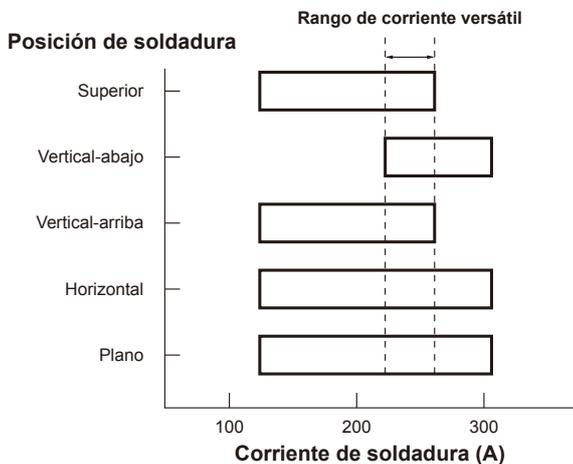

Fig. 1 — Rangos de corriente de soldadura adecuados y un rango de corriente versátil para soldaduras en toda posición (FAMILIARC™ DW-A50, 1.2 mmØ)
- (1) Un amplio rango de corrientes de soldadura adecuadas, como se muestra en la Fig. 1, lo cual permite la selección de una corriente versátil adecuada para soldadura en toda posición sin reajustar posición por posición.